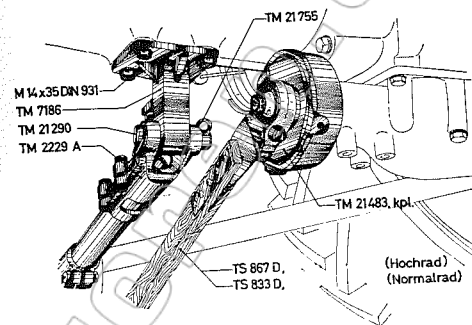
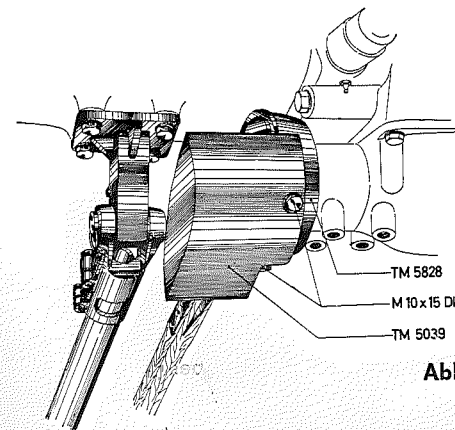

Abb. 5
Abb. 7
4. Die **kpl. montierte vordere Abstützung** wird am Lagerkopf TM 2229 A durch den Lagerbolzen TM 21 290 mit dem vorderen Lagerbock TM 7186 verbunden. Der Lagerbolzen TM 21 290 ist durch den Klappsplint TM 21 755 zu sichern (Abb. 5).
7. Die **Treibstange** TS 867 D (Bereifung 11-36 od. 13-30 = Hochrad) oder TS 833 D (Bereifung 11-28 oder 9-36 = Normalrad) wird an der Kurbelscheibe TM 21 483, kpl. befestigt, wobei das Klemmband der Treibstange über das Treibstangenlager geschoben und die nach unten zeigende Klemmschraube gut angezogen werden muß (Abb. 5). Der **Schutzkasten** TM 5039 wird durch 2 Sechskantschrauben M 10×15 an der Schutzkastenglocke TM 5828 befestigt (Abb. 7).